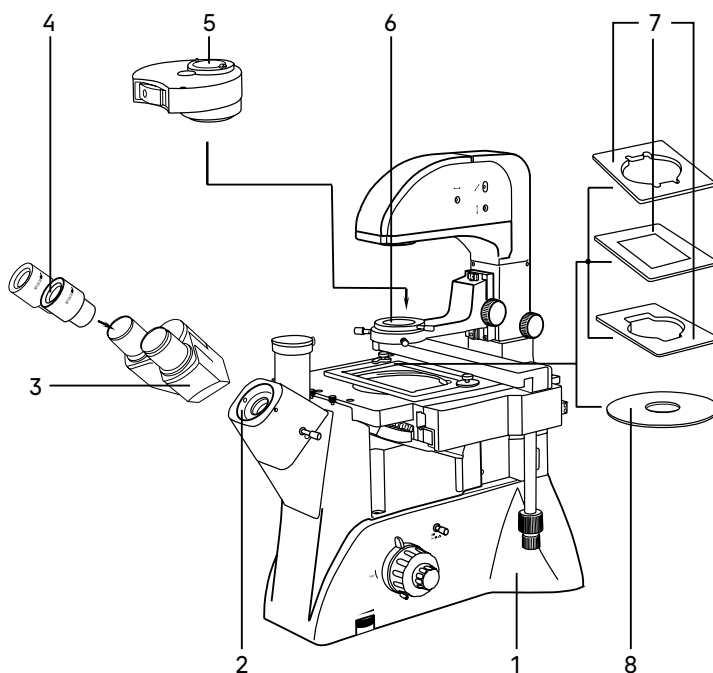

Рис. 3. Установка составных частей
Процесс установки (монтажа) показан на рис. 3.
6. Извлеките из упаковки конденсорное устройство 5 и поместите его в держатель конденсора 6. Разверните диск, как показано на рис. 3б. Зафиксируйте винтом.
Рис. 3б. Установка конденсорного устройства